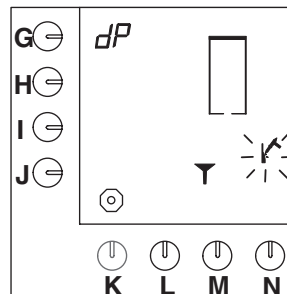

Fig. 23 Attente du générateur eau chaude de solution détartrante
- Vous entendrez un signal sonore, le symbole représentant un marteau clignote et un entonnoir s'affiche sur l'écran de contrôle (fig.23).